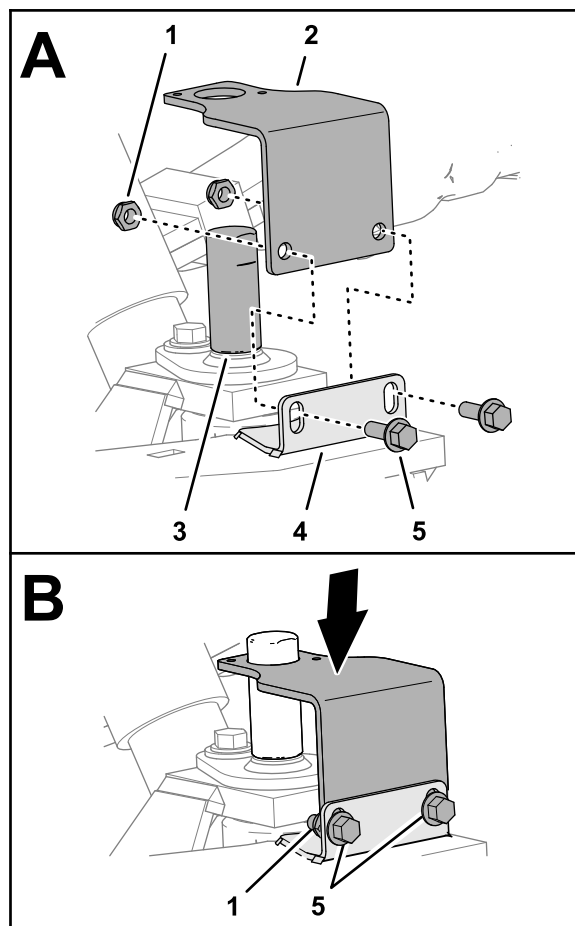

図 7
3. センサーブラケットを調整ツールとスピンドルのフランジのスロットの上に位置合わせする (図 7)。
4. 2つのフランジヘッドキャップネジ (1/4 x 3/4") と2つのロックナット (1/4") をを使って、ブラケットをフランジ (図 7) に仮止めする。
5. ブラケットをスピンドルのフランジのスロットの底に配置し、フランジヘッドキャップスクリューとロックナットを締める (図 7)。